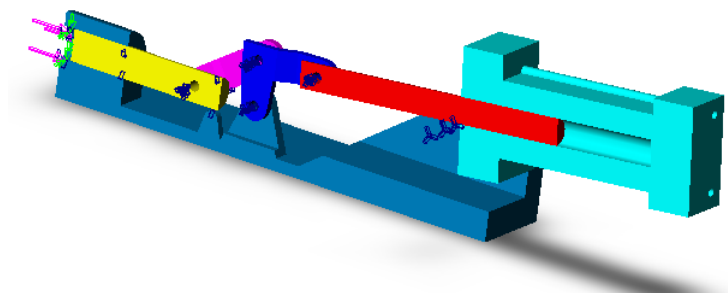

Рисунок 5.9 – Разрез сборки
- Чтобы облегчить выбор поверхностей, создайте разрез сборки. (рис. 5.9),